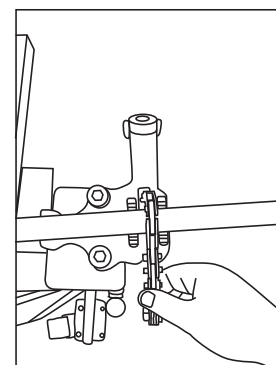
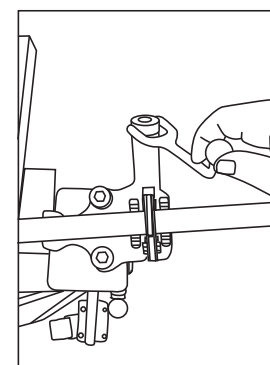

Fig. 3
Fig. 4
2. Envuelva la cadena por encima del conducto y asegure los dientes de la cadena lateral en las ranuras debajo de la parte inferior de la prensa (Fig. 3). Gire el asa en el sentido de las agujas del reloj para bloquear el conducto. El asa debe estar ajustada para asegurar los mejores resultados para aplicaciones de corte y roscado (Fig. 4).